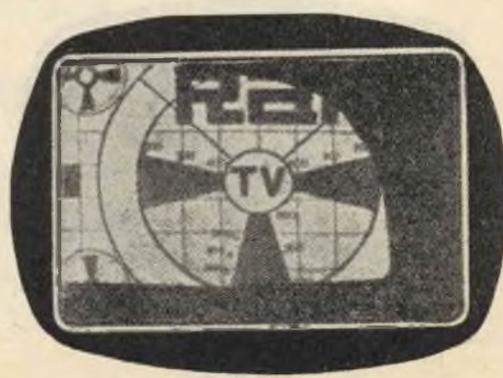

Fig. 9
Agendo sul CENTRATORE metteremo a fuoco e centeremo l'immagine (fig. 9).
d) Il cetraggio del quadro (vedi, ad esempio, fig. 9) si ottiene mediante la regolazione dell'apposito centratore sistemato sul collo del tubo R.C.